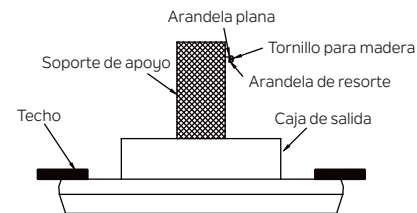

Figura 13
Paso 1. Inserte un tornillo para madera y arandelas en el costado de la abrazadera que sostiene la caja de salida. Deje 3 mm (1/8") de espacio entre el soporte de apoyo y la arandela. (Figura 13)